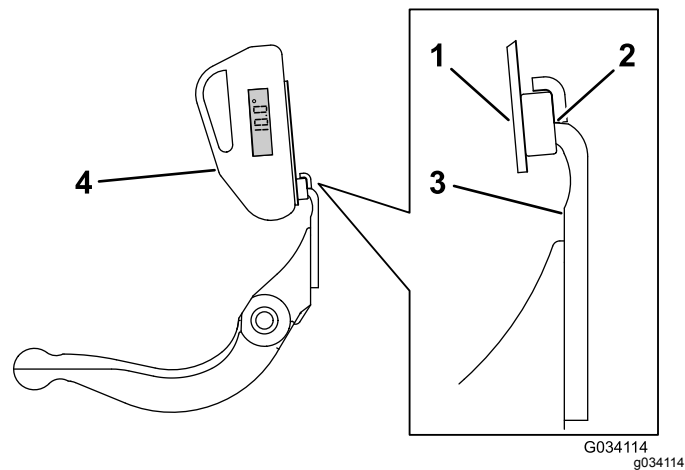

Figura 26
4. Posizionate il goniometro sul supporto, come illustrato nella Figura 26.
3. Posizionate il supporto del goniometro sul bordo della controlama, in modo che il bordo del magnete corrisponda a quello della controlama (Figura 26).